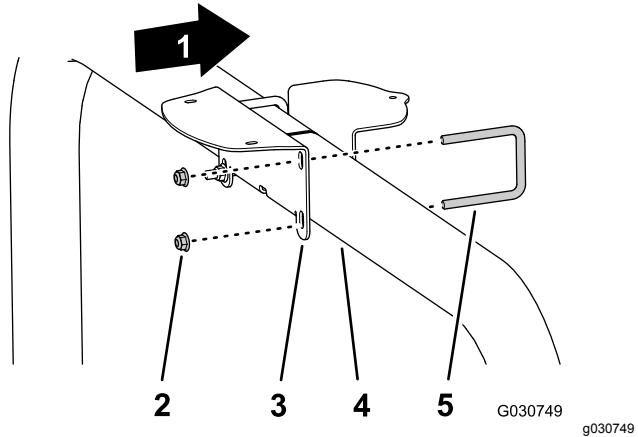

Figura 124
- Se la vostra macchina è configurata con il sistema di navigazione satellitare (GNSS) con sistema WAAS (Wide Area Augmentation System), montate il supporto del ricevitore sul tubo del ROPS (Figura 124) con i 2 bulloni a U e 4 dadi di bloccaggio flangiati ($\frac{3}{8}$ "").